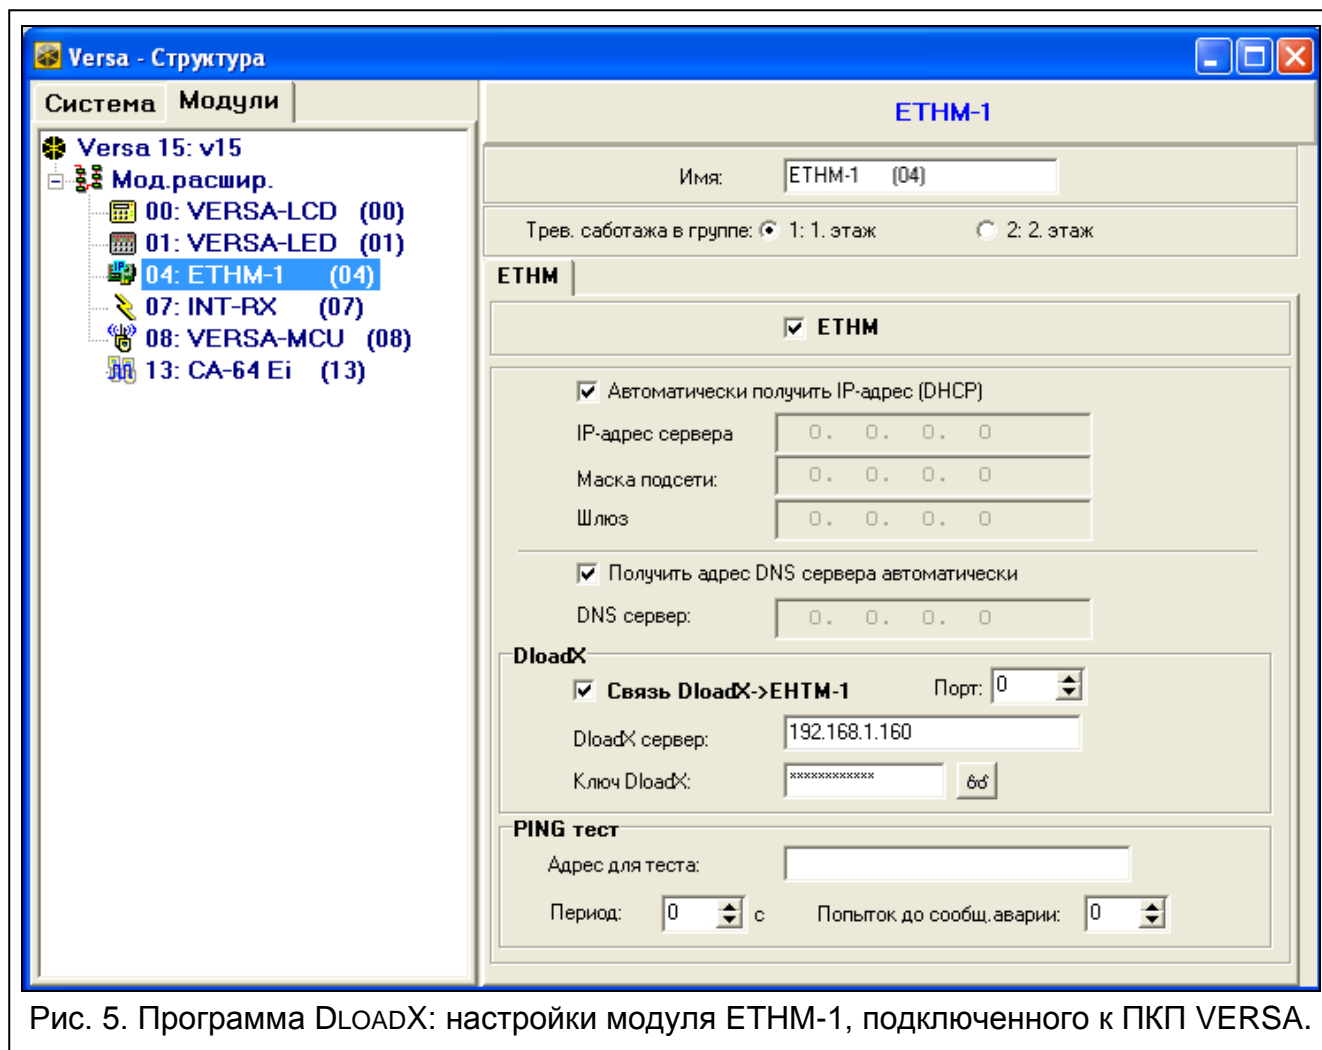

Рис. 5. Программа DLOADX: настройки модуля ETHM-1, подключенного к ПКП VERSA.
- программа DLOADX: →окно "Versa – Структура" →закладка "Модули" →[кликните по модулю в списке устройств] (см.: рис.: 5).